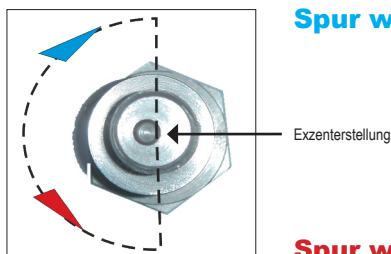

Bild 4
6. Die Markierung zeigt die Stellung des Exzenters (Bild 4).